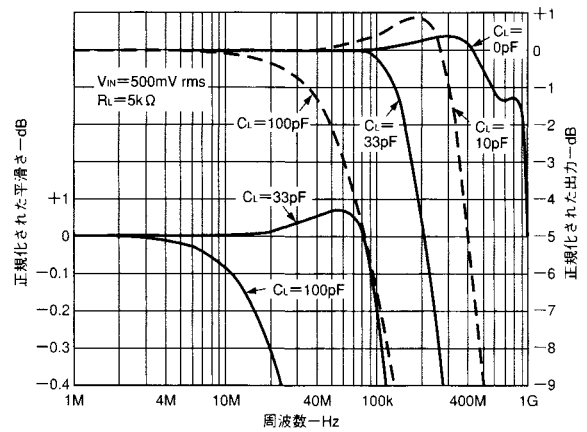

図19. 周波数応答対容量性負荷
- R_L の減少は帯域を多少減らします。 C_L の増加は帯域を大幅に減らします。(図19参照)